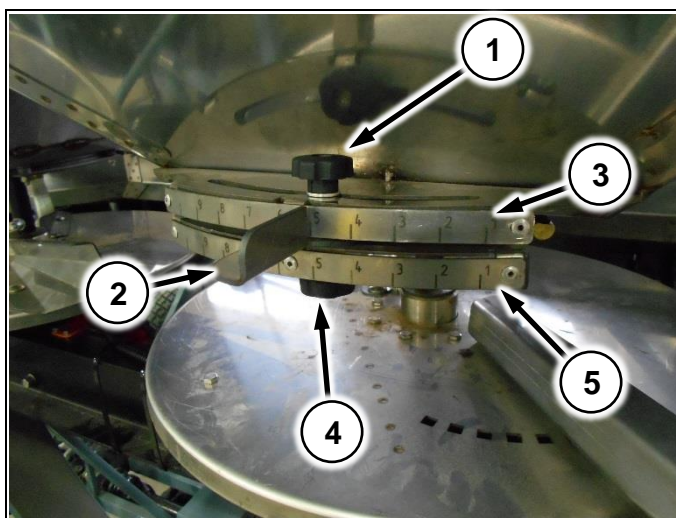

Рис. 62
Для изменения точки подачи удобрений на диск, ослабьте барашек (Рис. 62/1) и перемещайте заслонку (Рис. 62/2) в нужном направлении, контролируя положение по верхней шкале (Рис. 62/3). После установки нужного положения, зафиксируйте барашек.
2. Для установки считанного положения, ослабьте барашек (Рис. 62/4) и перемещайте нижний шибер в нужную сторону, контролируя значение по нижней шкале (Рис. 62/5). После установки нужного положения, зафиксируйте барашек
Последовательно перемещайте заслонку (Рис. 62/2) в направлении от 9 к 1 шагами по одному делению
Последовательно перемещайте заслонку (Рис. 62/2) в направлении от 1 к 9 шагами по одному делению